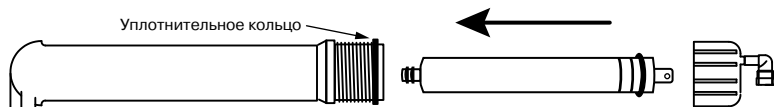

Рис. 16
1. Установите префильтр(ы). Первый префильтр (маркировка PREFILTER) уже установлен во всех моделях. В во вторую колбу (маркировка CARBON) установите угольный картридж. В третью ступень (SEDIMENT) установите механический префильтр. Картриджи, соответствующие ступеням очистки для каждой модели фильтров, перечислены в таблице на стр. 18. Для установки картриджа необходимо раскрутить колбу при помощи ключа (10). Аккуратно снимите защитную пленку с картриджа и установите его в колбу. Обратите внимание на маркировку “THIS END NEXT TO VESSEL THREADS” на верхней крышке картриджа или на указания на этикетке. Закрутите колбу вручную, без применения ключа, не прикладывая чрезмерных усилий.
2. Установите мембрану. Для этого отсоедините трубку (Н) от быстроразъемного коннектора крышки мембраны. Открутите крышку колбы мембраны (маркировка MEMBRANE). Смажьте силиконовой смазкой резиновые уплотнения мембраны. Установите мембрану в корпус согласно **рис. 16**. Смажьте силиконовой смазкой уплотнение крышки колбы мембраны и аккуратно установите его на колбу. Закрутите крышку колбы мембраны и пристыкуйте трубку (Н). Следите, чтобы уплотнительное кольцо крышки колбы было установлено на колбе без перекосов.